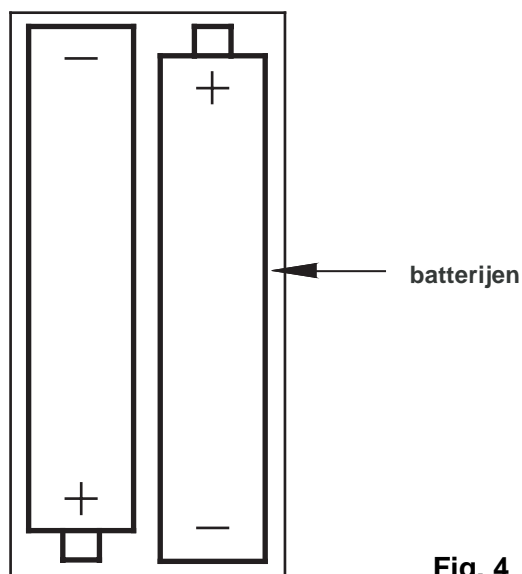

Fig. 4
2. Plaats de AAA batterijen in de afstandsbediening (zie **fig. 4**).